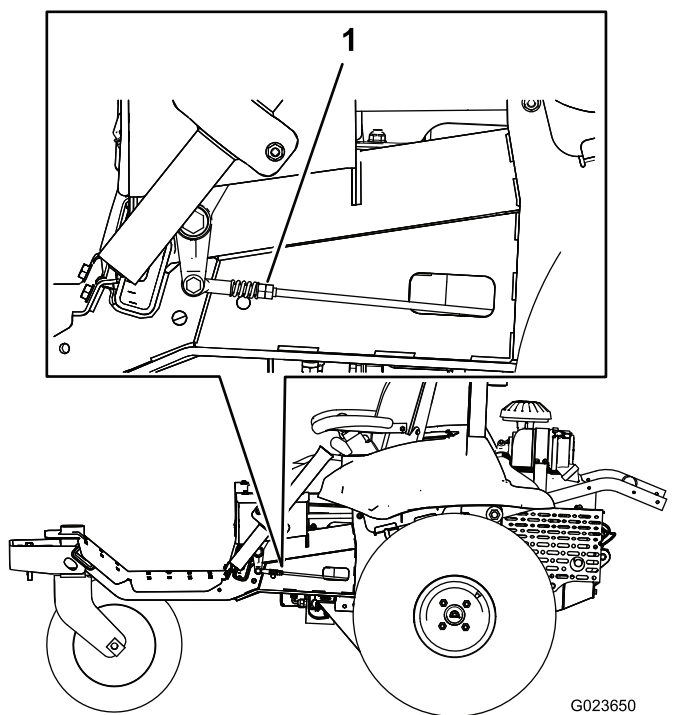

Figura 61
7. Su un lato della macchina, girate lentamente i due dadi della tiranteria (Figura 61) in modo da far ruotare la ruota su quel lato, quindi girate nuovamente i due dadi nella direzione opposta in modo da far ruotare la ruota nella direzione opposta.